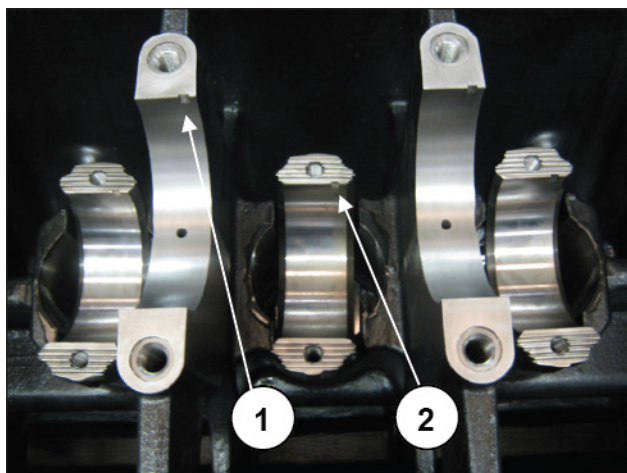

Abb. 96
Stellen Sie zur Gewährleistung einer korrekten Montage der Kurbelwellenlagerschalen sicher, dass die Bezugsmarkierungen in den entsprechenden Aufnahmen positioniert sind (Pos. ①, ②, Abb. 96).